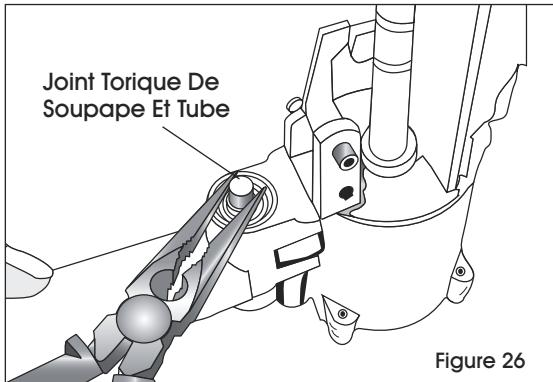

Figure 26
4. Retirez la soupape et le tube à l'aide d'une pince à bec effilé. (Voir Figure 26)